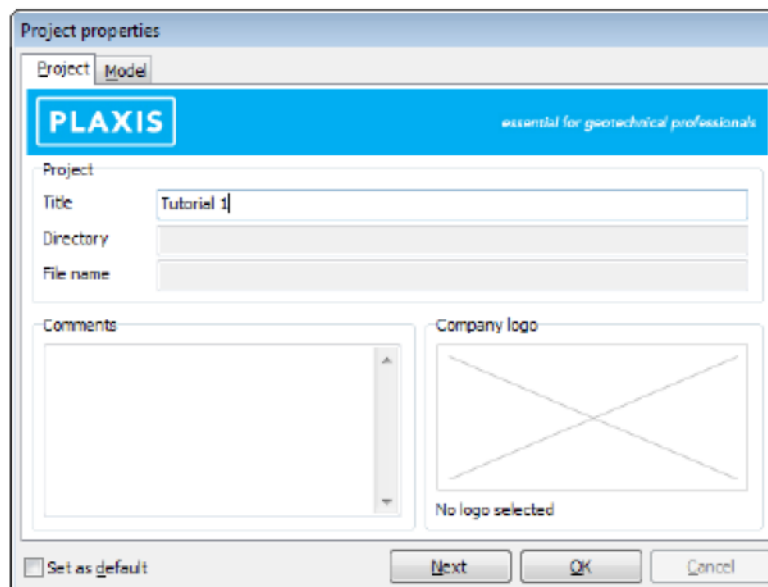

图 1.2 工程属性窗口的工程(Project)页面
- 1) 在工程页面(Project)中输入工程标题(Title)“Tutorial 1”，在注释框(Comments)中输入“Settlements of a foundation”，如图 1.2 所示。